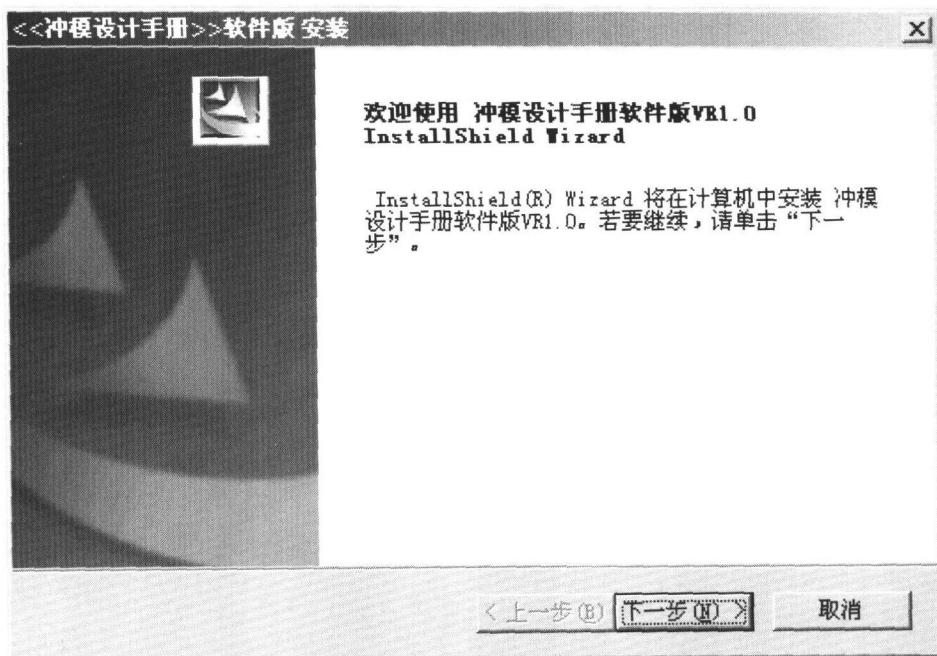

图 1.1 安装向导
- (1) 在 CD-ROM 驱动器中放入《冲模设计手册（软件版）》VR1.0 安装盘。
- (2) 双击安装盘中的安装程序 Setup.exe，用户首先看到的是欢迎界面，如图 1.1 所示。